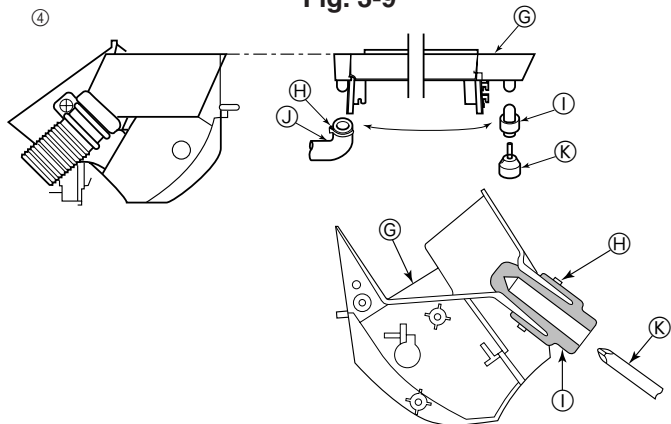

Fig. 3-10
- 4 Drænslangen kan forbindes to forskellige steder. Brug det mest hensigtsmæssige sted og skift om nødvendigt positionen for drænbakke, gummiprop og drænslange. (Fig. 3-10)